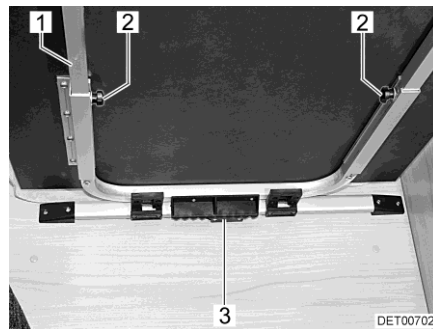

Fig. 69 Décaler/agrandir la table suspendue
- Desserrer les vis moletées (Fig. 69,2).
- Soulever légèrement le plateau de table à l'avant et le tirer jusqu'à la butée. La rallonge de table (Fig. 69,1) est complètement sortie.
- Soulever légèrement le plateau de table à l'avant et le repousser jusqu'à la butée. La rallonge de table (Fig. 69,1) est complètement rentrée.